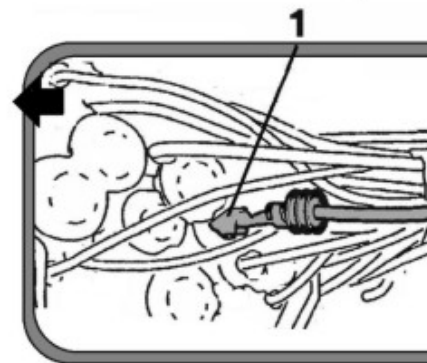

Fig. 2.
8. Monter le câble noir/blanc dans la broche de câblage XE1 (Fig. 2)